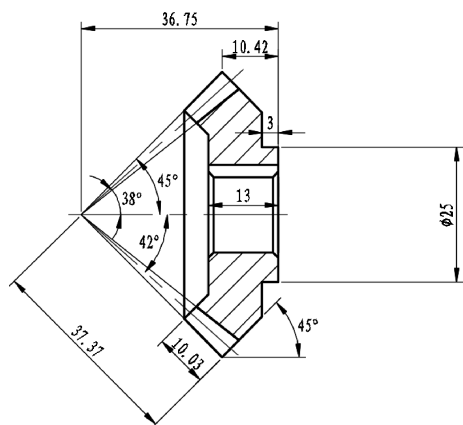
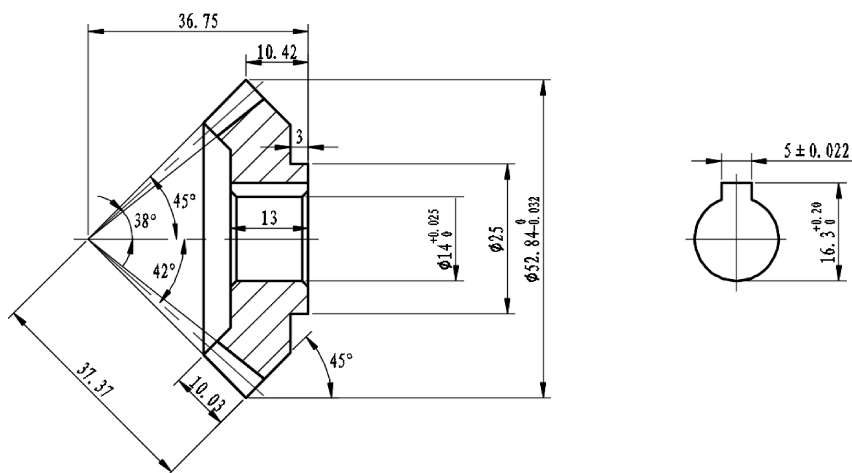

图 14-59 标注角度尺寸
图 14-60 标注带公差尺寸
(4) 标注角度尺寸。单击“默认”选项卡“注释”面板中的“角度”按钮，标注角度尺寸，结果如图14-59所示。
(5) 设置带公差标注样式。在新文件中创建标注样式，进行相应的设置，并将其设置为当前使用的标注样式。
(6) 标注带公差尺寸。单击“默认”选项卡“注释”面板中的“线性”按钮，对图中带公差尺寸进行标注，结果如图14-60所示。
(7) 基准符号。分别单击“默认”选项卡“绘图”面板中的“矩形”按钮、“图案填充”按钮、“直线”按钮及“文字”按钮，绘制基准符号。